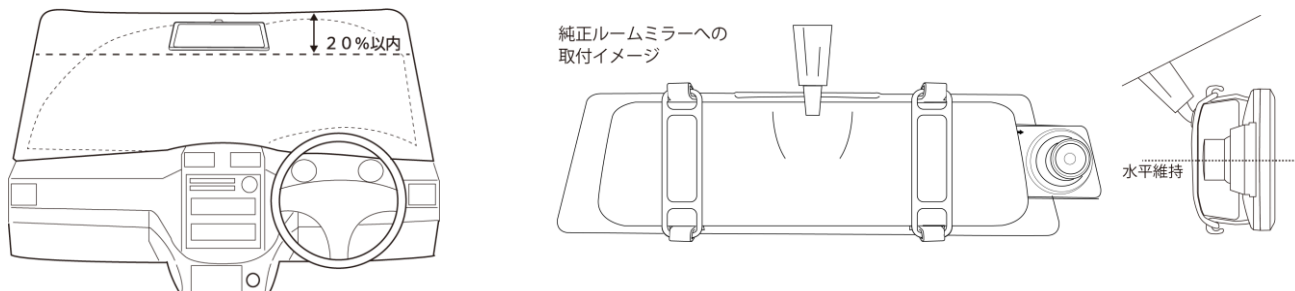

図5
- 取付推奨位置(フロントガラス)、純正ルームミラーへの取付イメージを参考に取付位置を決めてください(図5参照)。